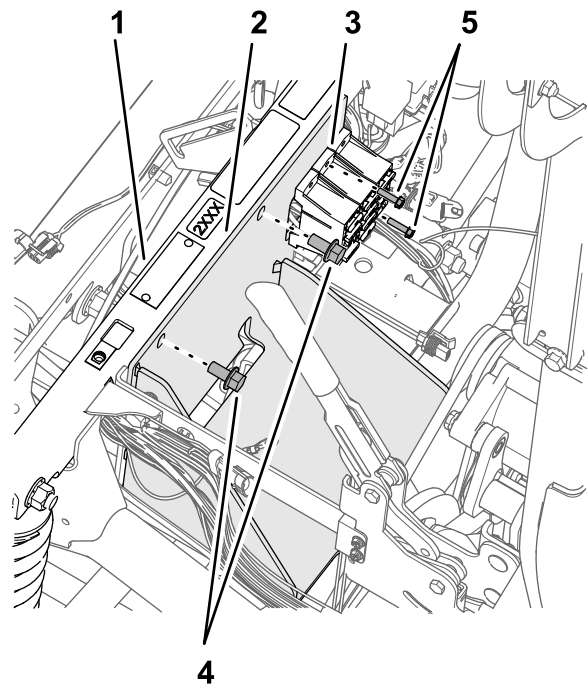

Bild 173
2. Montieren Sie die Batteriehalterung mit den zwei Bundkopfschrauben (3/8" x 3/4"), die Sie in Schritt 4 in Entfernen der Batterie \(300 A\) und der Batteriehalterung (Seite 81) aufbewahrt haben, am Stützrohr des Stoßdämpfers (Bild 173).
4. Befestigen Sie die Sicherungskästen mit der Schraube (10-24" x 3/4") und den Muttern (10-24"), die Sie in Schritt 3 in Entfernen der Batterie \(300 A\) und der Batteriehalterung (Seite 81) entfernt haben, an der Batteriehalterung (Bild 173).